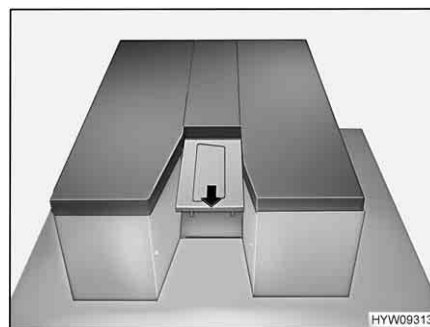

Fig. 79 Estrazione della prolunga
- Estrazione dell'ampliamento (Fig. 79). Insieme all'ampliamento viene estratta anche la scaletta.